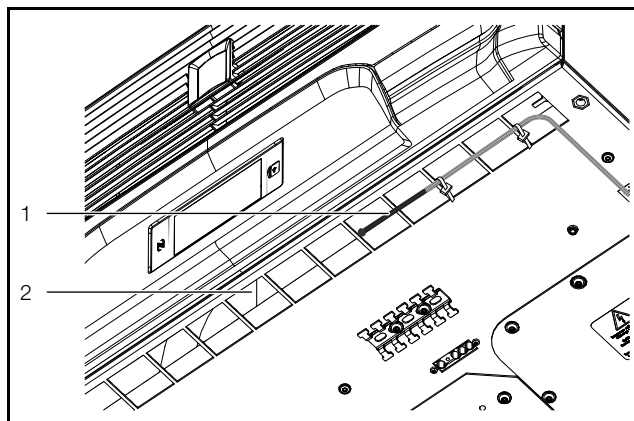

Рис. 20: Датчик температуры перед выходом холодного воздуха
- Поместите датчик температуры в центр проема для выхода воздуха из агрегата (рис. 20).